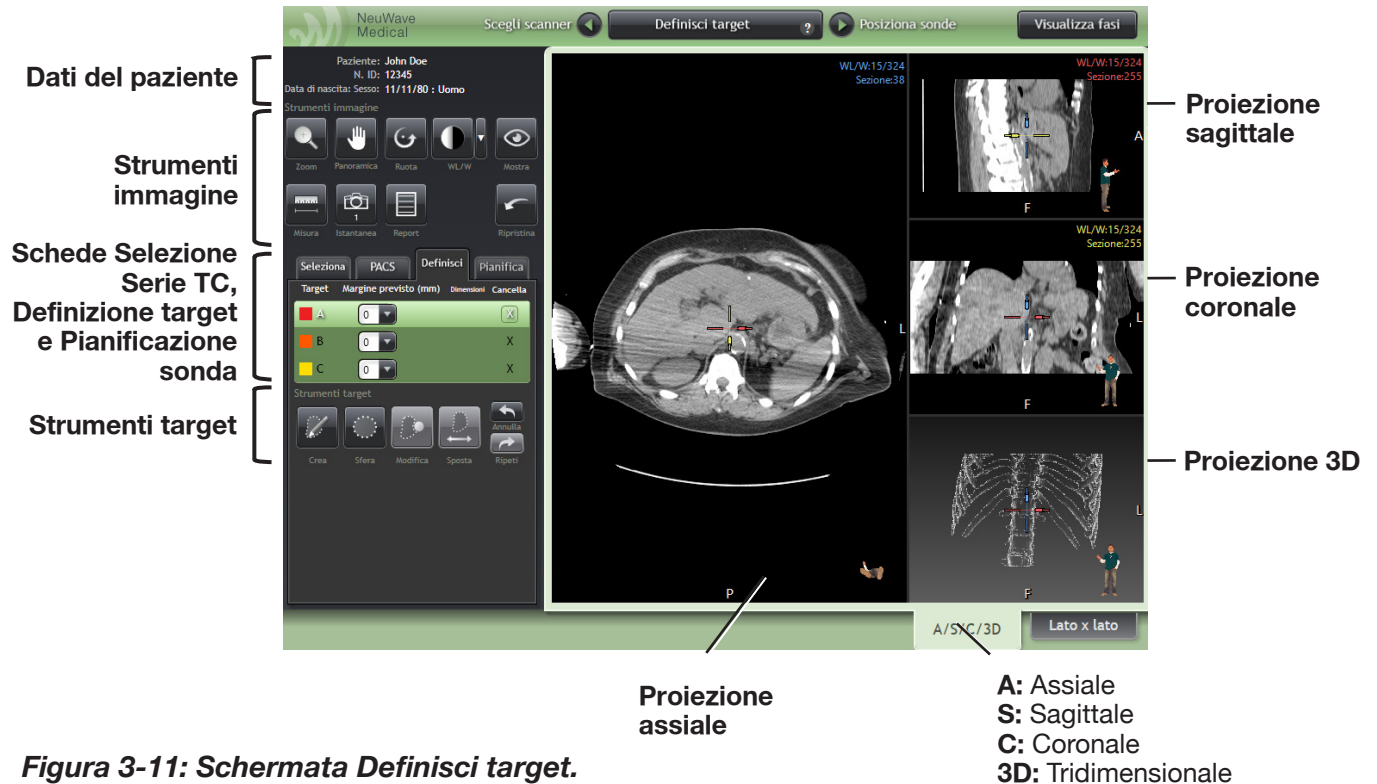
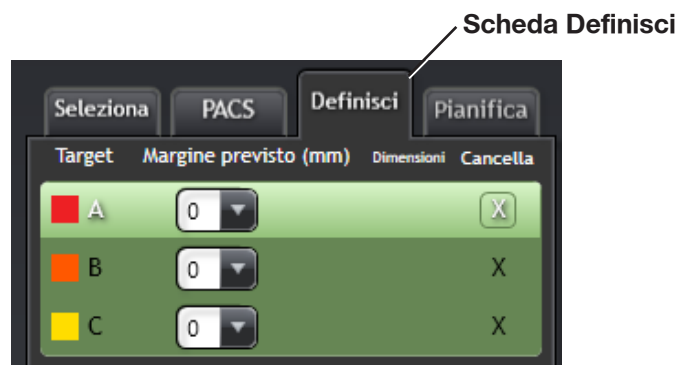

Figura 3-11: Schermata Definisci target.
Figura 3-13: Tabella Selezione target.
Soffermarsi a esaminare la Serie TC selezionata per l'impostazione mostrata nella schermata **Definisci target**. Questa schermata mostra come sono organizzati Proiezioni immagine e Strumenti immagine in questa e nelle schermate successive del software ABLATE-IQ (Figura 3-11). La schermata **Definisci target** riporta nel riquadro sinistro una serie di strumenti che aiutano l'operatore a esaminare le serie di immagini selezionate, mostrate su 4 piani anatomici distinti, e denominate Proiezioni immagine, visualizzate sul lato destro della schermata. Queste proiezioni aiutano l'operatore a localizzare e definire la lesione. Utilizzare la rotellina del mouse per esplorare le immagini della Serie TC facendo scorrere su e giù uno qualsiasi dei 4 riquadri di Proiezione immagine: Assiale (A), Sagittale (S), Coronale (C) o tridimensionale (3D).
A destra della schermata Serie TC selezionata per l'impostazione si possono vedere le Proiezioni immagine (Figura 3-11).
- I riquadri Proiezioni immagine includono 4 proiezioni (piani anatomici), come descritto nella Figura 3-11: Assiale/Sagittale/Coronale/3D.
3. Nella Tabella per la selezione dei target disponibile sul lato sinistro della schermata **Definisci target** (Figura 3-11 e Figura 3-13), fare clic su una riga per associare il target con la lesione che si identificherà. Per impostazione predefinita, nella Tabella è selezionata la riga superiore.
16. Nella Tabella per la selezione del target è possibile selezionare le dimensioni di un margine da mostrare attorno ai target (Figura 3-13). Ciò consente all'operatore di visualizzare la zona di ablazione con o senza margine e di identificare così più facilmente l'area desiderata. L'area del margine appare in una tonalità di colore diversa rispetto alla restante area del target. Le dimensioni del margine di ablazione previsto possono essere scelte tra 1 e 10 mm.
19. Per cancellare un target e ricominciare da capo, fare clic sull'icona **X** appropriata sotto la colonna Cancella (Figura 3-13).